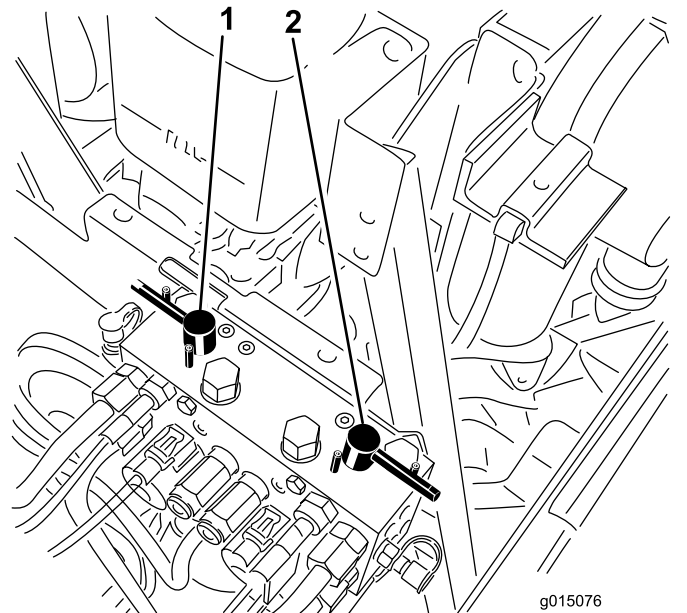

Bild 120
4. Wählen Sie entweder den vorderen, hinteren oder beide Läpphebel aus, um festzulegen, welche Geräte geläppt werden (Bild 120).